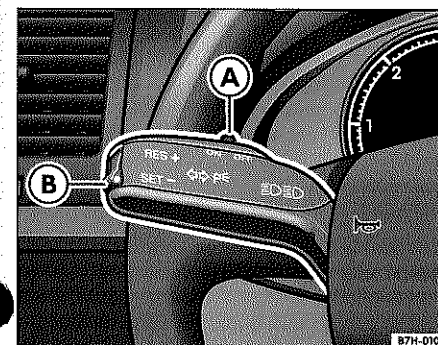
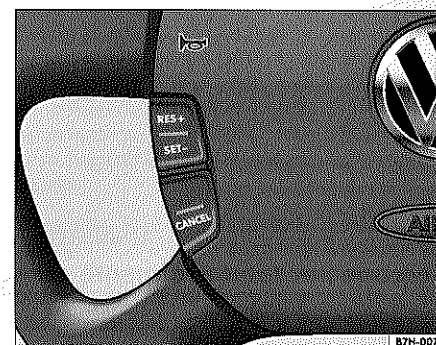

Fig. 100 Palanca de los intermitentes: mandos del GRA
Fig. 101 Volante multifunción: mandos del GRA
- Desplace el mando ⇒ fig. 100  hasta la posición ON o
- Pulse una vez la tecla ⇒ fig. 101 . Cuando se conecta el regulador de velocidad, se enciende el testigo  en el cuadro de instrumentos. ▶
– Desplace el mando ⇒ página 123, fig. 100 (A) hasta la posición OFF durante la marcha o pulse una vez la tecla ⇒ página 123, fig. 101 (CANCEL). Cuando se desconecta el regulador de velocidad se apaga el testigo. El regulador de velocidad se desactiva cuando se desconecta el encendido con el vehículo detenido, o en el caso de los vehículos con cambio automático, cuando la palanca selectora está en las posiciones P, N o R.
- Pulse la tecla ⇒ página 123, fig. 101 (CANCEL) o desplace el mando ⇒ página 123, fig. 100 (A) hasta la posición OFF pero sin que llegue a encastrar.